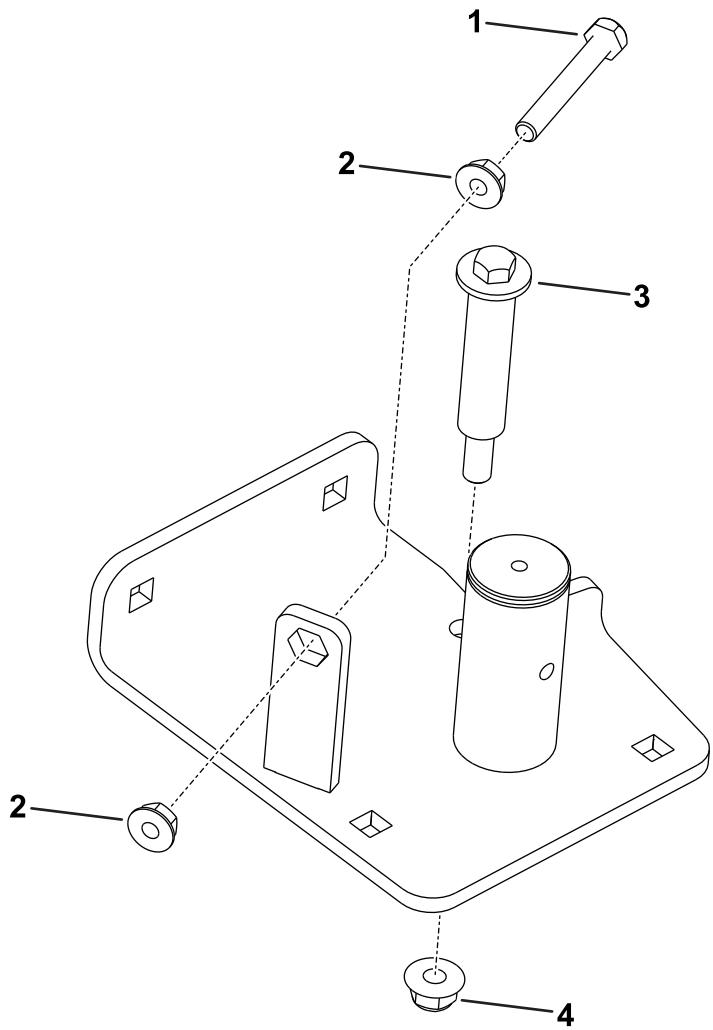

図 5
1. フランジナット(5/16") 2個を使って、六角ボルトを新しいアイドラー・ピボット・アセンブリに固定する(図 5)。
5. フランジナット(3/8")とショルダーボルトをアイドラー・ピボット・プレートに取り付ける(図 5)。